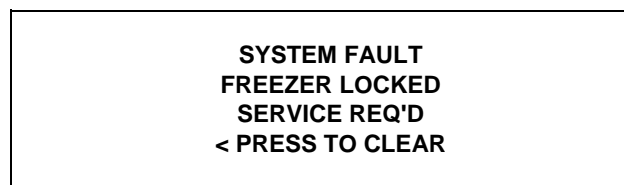

Figura 35
2. Houve uma falha do termistor (cilindro de congelamento, reservatório ou glicol) durante o processo de tratamento térmico. (Veja a Figura 35.)